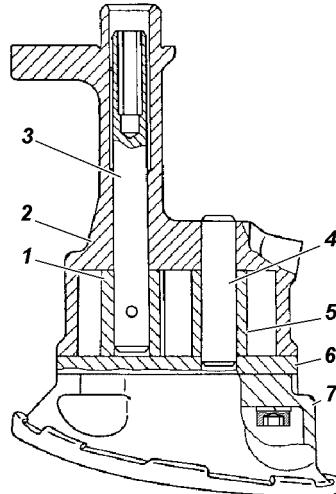

Рис. 4.59. Масляный насос:
#### Ремонт масляного насоса (рис. 4.59)
- установите в корпус масляного насоса валик 3 (см. рис. 4.59) с ведущей шестерней 1 и проверьте легкость его вращения;